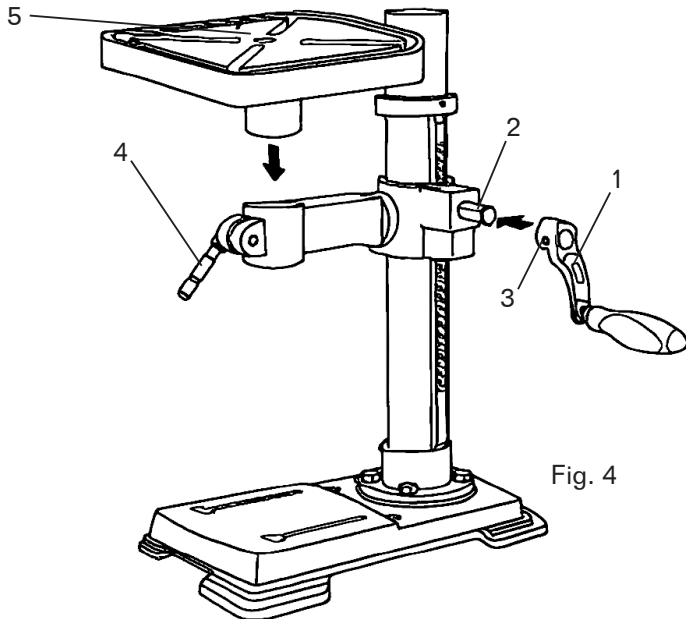

Fig. 4
## SOPORTE DE SOPORTE DE MESA A MESA (FIG. 4)
1. Coloque la manivela (Fig. 4 - 1) en el eje (Fig. 4 - 2) del soporte de la mesa de modo que la parte plana del eje quede debajo del tornillo de fijación (Fig. 4 - 3). Apriete el tornillo de fijación.
2. Enrosque la manija de bloqueo de la mesa (Fig. 4 - 4) en la parte delantera del soporte de la mesa.
4. Coloque la mesa (Fig. 4 - 5) en la misma dirección que la base. Instale la mesa y apriete la manija de bloqueo de la mesa (Fig. 4 - 4) y la manija de bloqueo del soporte.